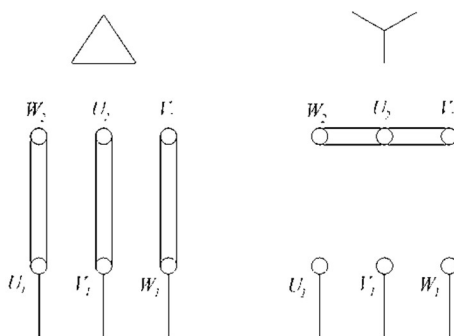

Рисунок 2 – Схема підключення електродвигуна до мережі живлення 380 В
6.1.5 Здійснити підготовку двигуна – здійснити підключення двигуна до мережі живлення 380 В згідно зі схемою (рис. 2), виміряти опір ізоляції та, при необхідності, просушити електродвигун.